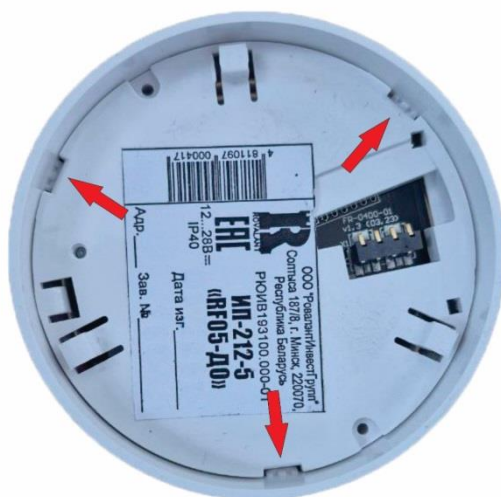

Рисунок 1
3. С помощью отвертки необходимо последовательно отжать защёлки находящиеся в основании корпуса (рис.1) и вынуть корпус извещателя.